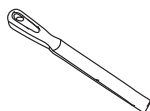

**Fig 11**
**11.** Coupez le profilé en U inférieur 2 (N° 29) à 610 mm (Lisez la remarque\*\* ci-dessous). (Fig 11)